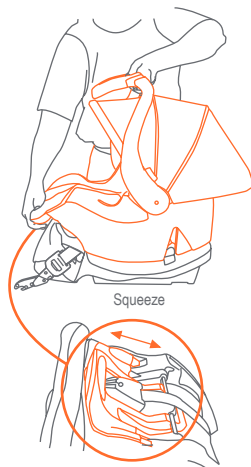

Fig. 25-1
- Apriete la manija de Liberación de la Base, ubicada debajo de la punta de pie del Asiento de Seguridad, para liberar el Asiento de Seguridad de la Base. Vea la Fig. 25-1.